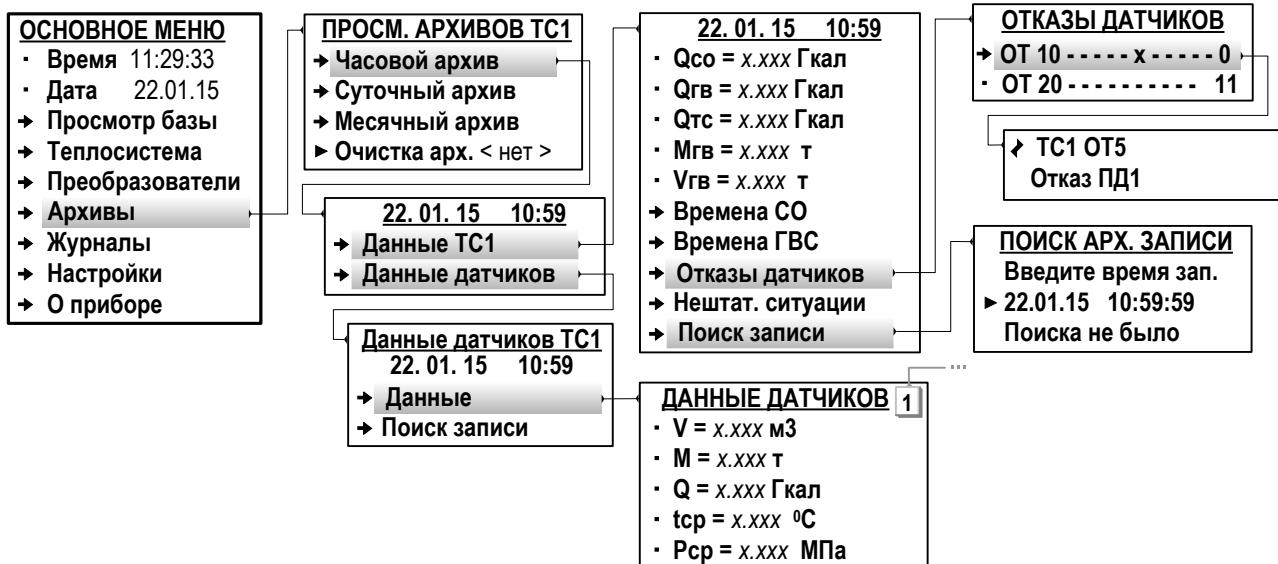

Рис.43. Вид окон индикации меню «Архивы» (режим СЕРВИС).
8.2.1. Результаты измерений и вычислений за определенный период времени работы тепловычислителя сохраняются во внутренних архивах (табл.3). Доступ ко всем архивным данным возможен только по интерфейсу. Доступ к основным архивным данным возможен из меню **Архивы**, вид которого показан на рис.43.
8.2.6. Для удобства просмотра архивных данных в ТВ предусмотрена функция **Поиск записи**. «Время записи», необходимое для начала поиска, вводится в окне индикации **ПОИСК АРХ. ЗАПИСИ** (рис.43). В зависимости от вида просматриваемого архива параметру **Ведите время зап.** (Ведите время записи) необходимо назначить:
8.2.7. Очистка содержимого архивов выполняется в меню **Архивы** (рис.43) в режиме СЕРВИС. В окне индикации **ПРОСМ. АРХИВОВ ТС1 (ТС2)** для параметра **Очистка арх.** следует устано-